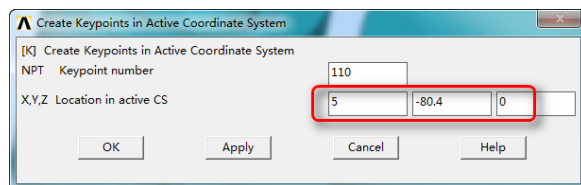

图 3-46 在局部坐标系中创建关键点
②在“Keypoints number”文本框中输入“110”，在“Location in active CS”文本框中分别输入“5,-80.4,0”创建一个关键点，如图 3-46 所示，单击“Apply”按钮，在“Keypoints number”文本框中输入 120，在“Location in active CS”文本框中分别输入“5,80.4,0”，单击“OK”按钮，创建另一个关键点。